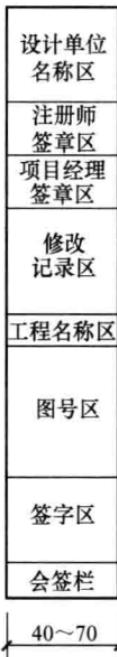
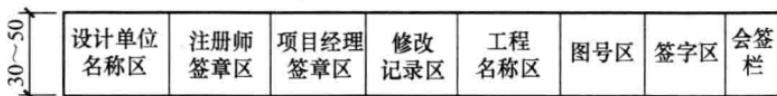

图 1-5 标题栏 (一)
图 1-6 标题栏 (二)
(2) 标题栏应符合图 1-5、图 1-6 的规定，根据工程的需要选择确定其尺寸、格式及分区。签字栏应包括实名列和签名列，涉外工程的标题栏内，各项主要内容的中文下方应附有译文，设计单位的上方或左方，应加“中华人民共和国”字样；在计算机制图文件中当使用电子签名与认证时，应符合国家有关电子签名法的规定。